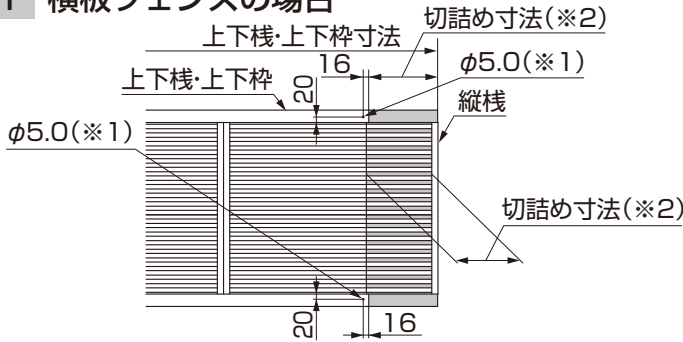

図4-1 横板フェンス(B1型、B3型、YS型、YP型、LP型、BP型、YA型)
① 本体の上棧、下棧、上下枠、小棧の各部材を図4-1を参照して切断してください。